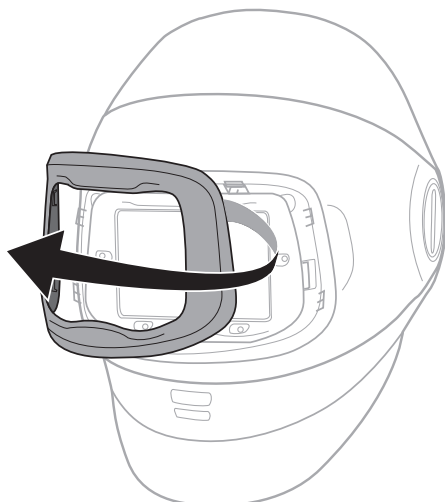

Fig. 21a
- a. De frente a la parte frontal de la careta para soldar, sujeta el marco plateado del lado derecho y aléjelo de la careta. El marco saltará (Fig. 21a).